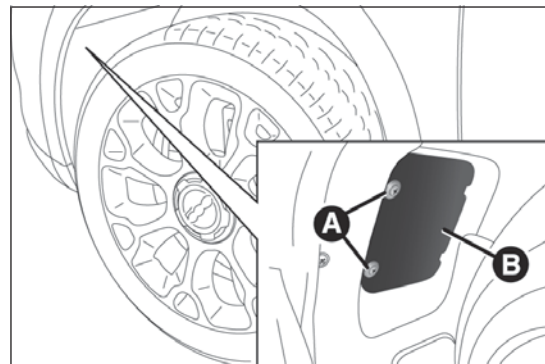

fig. 175
- ☐ aflojar los tornillos A fig. 175 y retirar la tapa B;